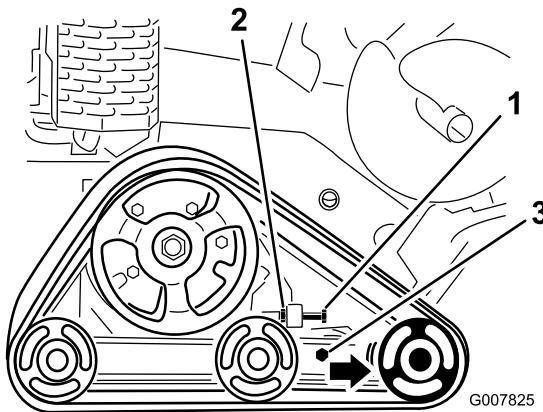

Figura 60
3. Afloje la tuerca autoblocante del perno tensor de la oruga, y los pernos de fijación del brazo tensor (Figura 60).
4. Apriete el perno tensor a entre 32,5 y 40 N·m para tensar la oruga (Figura 60).
4. Afloje el perno tensor y la tuerca autoblocante (Figura 60).
5. Afloje los pernos de fijación (Figura 60).